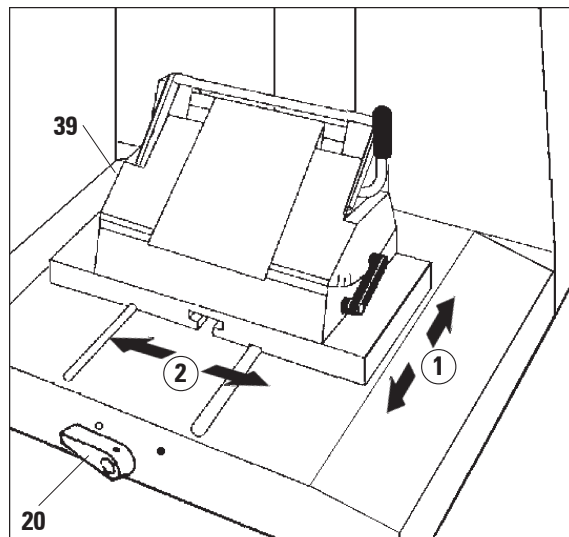

Fig. 26
- Vrid spännsaken (20, Fig. 26) på mikrotomfundamentets framsida moturs för att lossa på låsmekanismen.
- Lås fastspänningsmekanismen genom att vrida spaken (20) medurs.